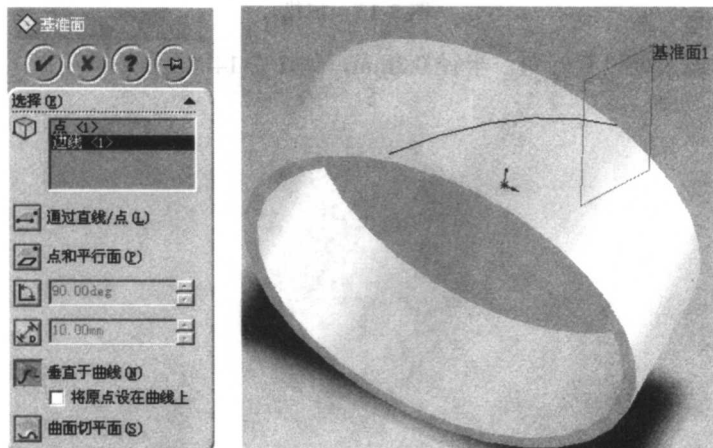

图 2-11 画基准面
**STEP 9** 选取投影曲线，过其端点建一基准面，如图 2-11 所示。